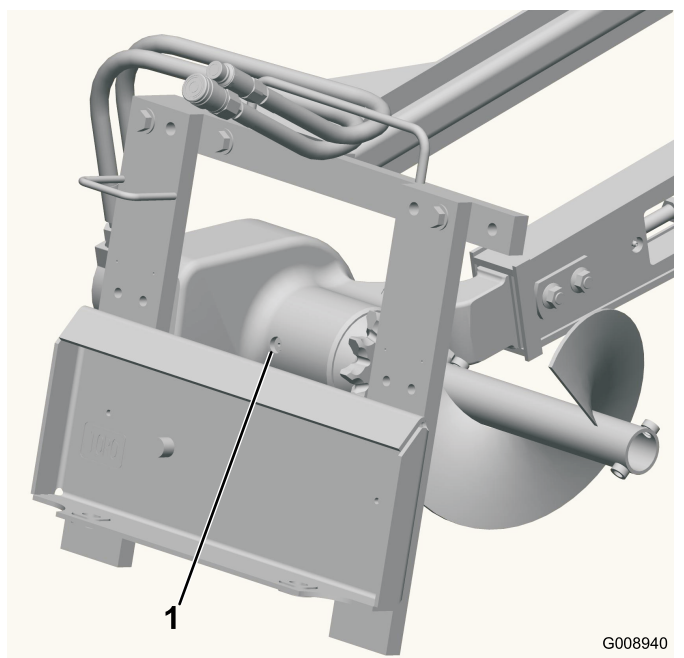

Figura 6
2. Pulite la zona attorno al tappo del foro di rifornimento sul lato del vano cuscinetti (Figura 6).
3. Rimuovete il tappo dal foro di riempimento del vano cuscinetti (Figura 6).